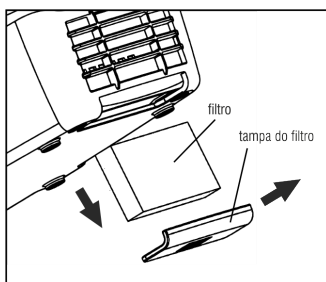

Fig. 10 - Filtro
- El usuario debe, frecuentemente, verificar las condiciones del filtro que se encuentra en la parte de adelante de la pistola de pintura, Fig 10. La buena condición del filtro influencia directamente en el rendimiento del equipo. Para sustituirlo basta retirar la tapa del filtro como se muestra en la Fig. 10. Instale un nuevo filtro y conecte la tapa nuevamente.